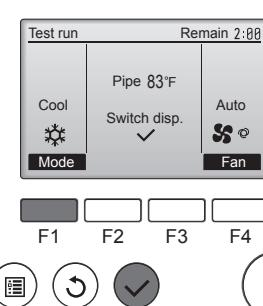

Fig. 7-3
- Appuyez sur la touche [F1] pour changer de mode de fonctionnement. (Fig. 7-3)